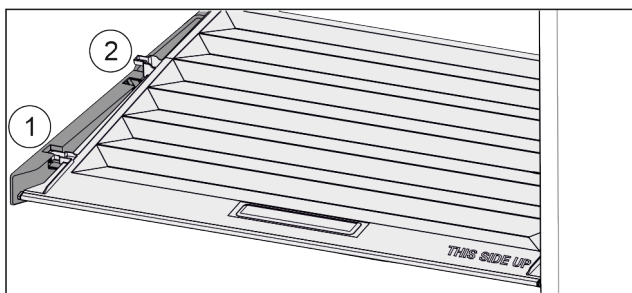

Fig. 63
- ▶ Træk dækslet fremad til åbning i holdedelene Fig. 63 (1).
- ▶ Løft nedefra og bevæg det opad og ud Fig. 63 (2).